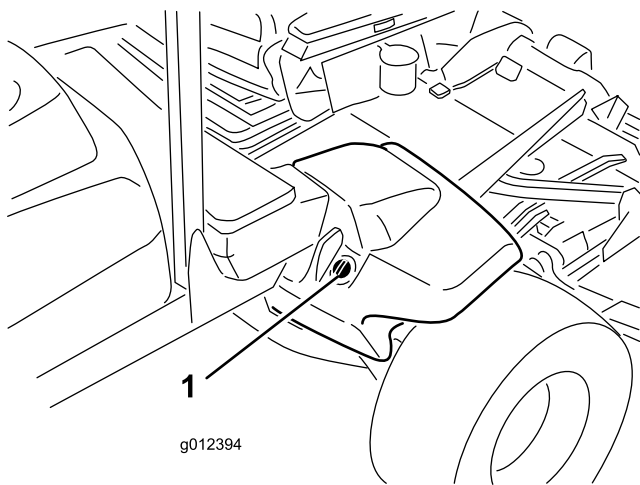

Figura 17
2. Limpie la zona alrededor del cuello de llenado y el tapón del depósito hidráulico (Figura 17).